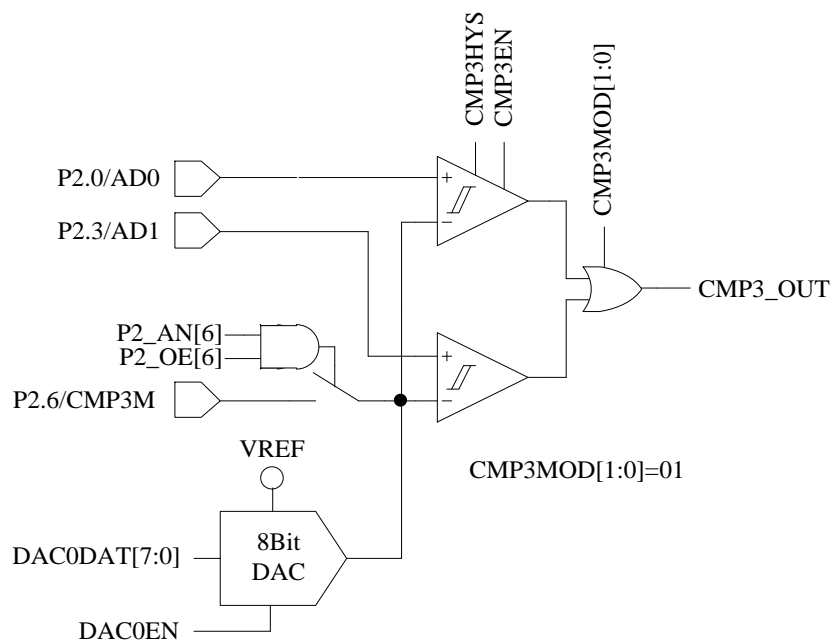

图 30-3 CMP3MOD[1:0]=01, 选择双比较器输入模式
- 配置 CMP_CR1[CMP3MOD] = 01，CMP3 为双比较器输入模式，具体输入输出端口及接法如图 30-3 所示